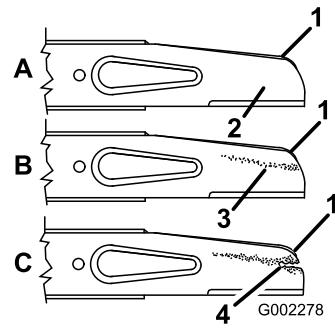

Figura 24
2. Îndepărta urubul lamei, piulia de blocare, acceleratorul și lama (Figura 24).